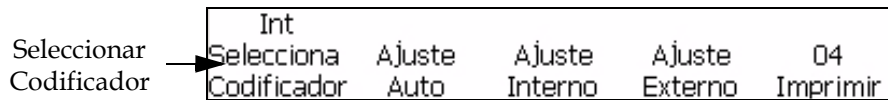

Figura 4-15: Marco <04 Imprimir>
- 1 Desplácese hasta el marco <04 Imprimir> (01 Edición > 02 Edición > 03 Edición > 04 Edición - Imprimir Ajuste > 01 Imprimir > 02 Imprimir > 03 Imprimir > 04 Imprimir). Consulte la Figura 4-15.